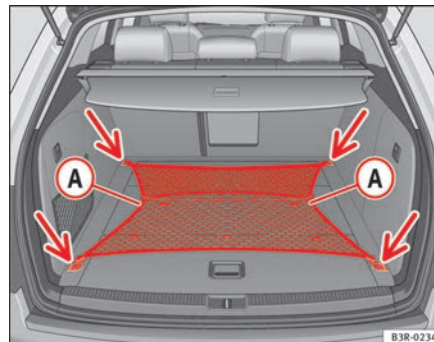

Fig. 118 Rete fermacarico distesa
- Agganciare la rete fermacarico ai quattro occhielli di ancoraggio -frecce- ⇒ fig. 118.